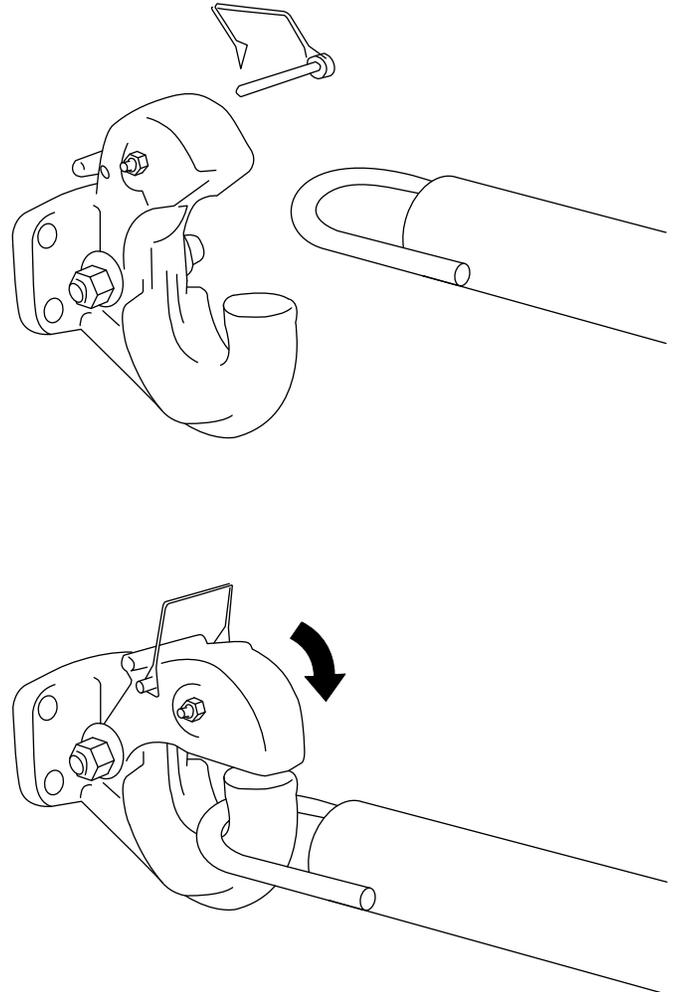

Figure 17
1. Retirez la goupille de l'œillet d'attelage et ouvrez-le (Figure 17).
2. Placez l'anneau de la barre de remorquage sur le crochet de l'œillet d'attelage (Figure 17).
3. Fermez le haut de l'œillet d'attelage et fixez-le avec la goupille (Figure 17).